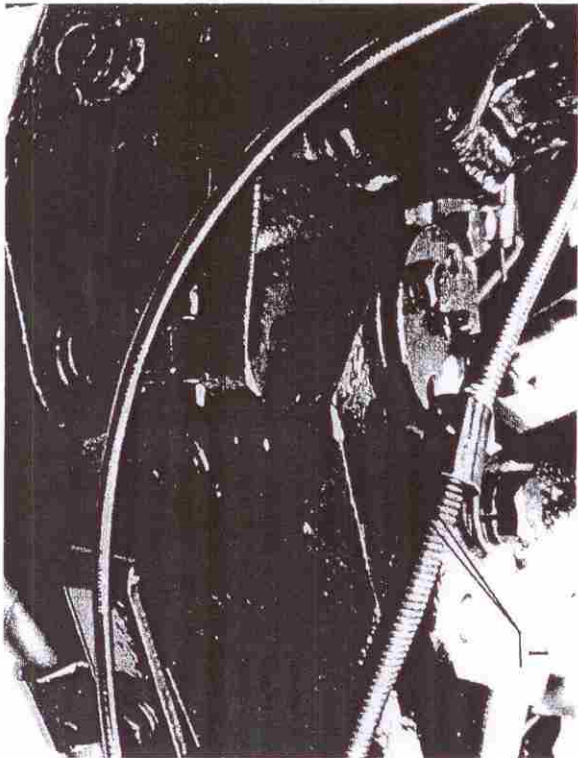

Рисунок 7 – Шарнирное соединение рамы
- а) Совместите отверстия 1 (рисунок 7) на раме трактора.